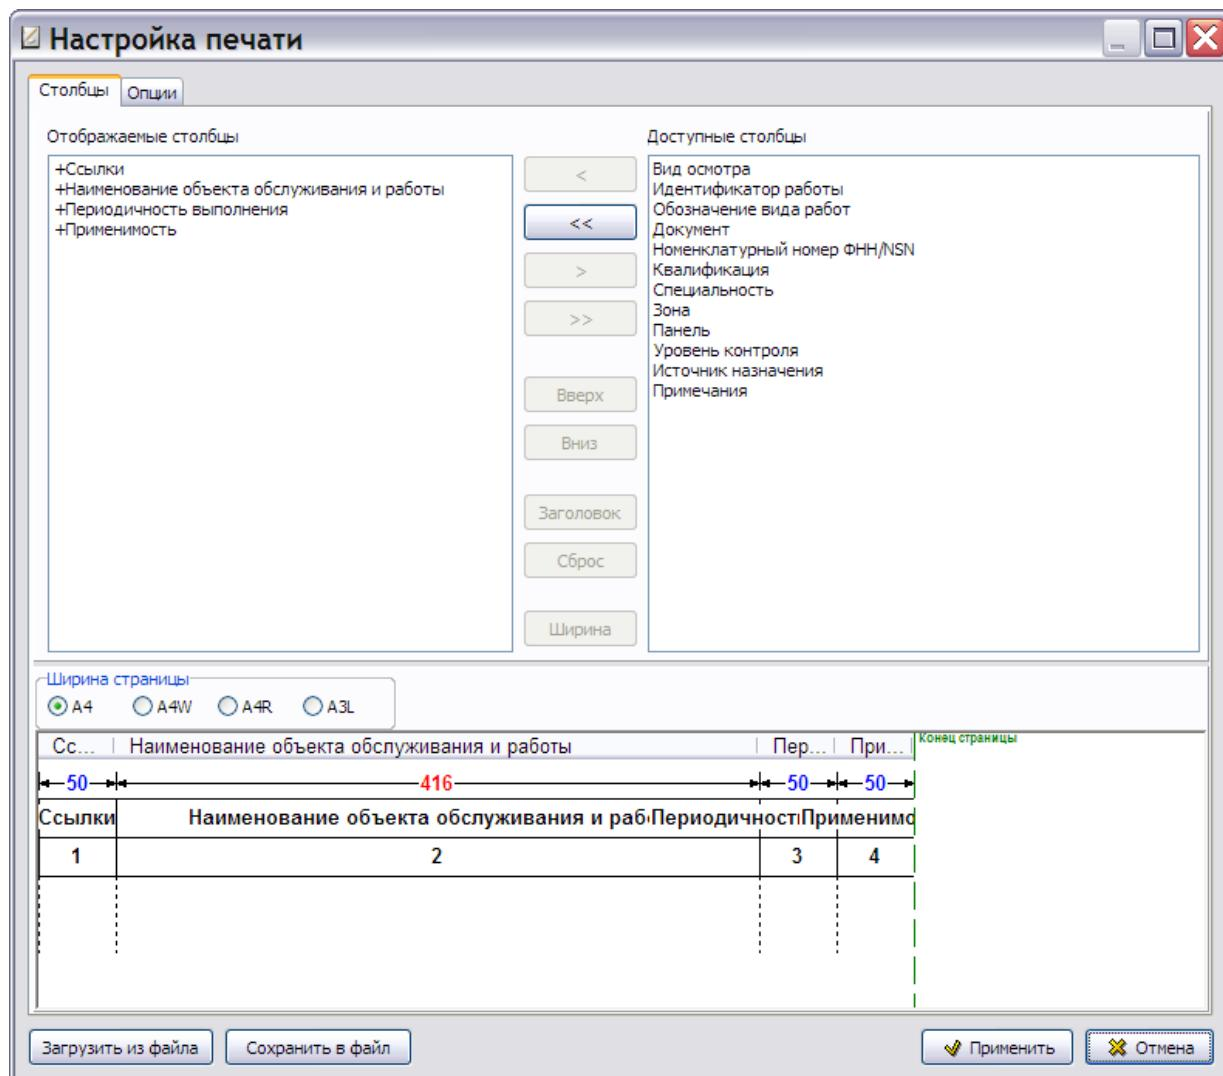

Рис. 3.53
5. Нажмите на кнопку **Применить**. После этого откроется окно **Настройка печати** (Рис. 3.53).